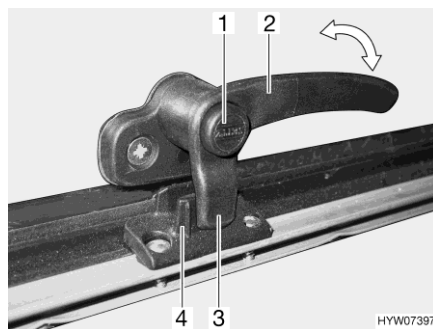
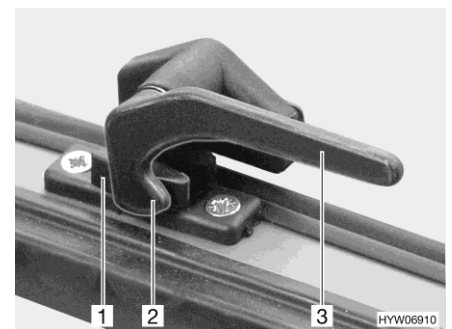

Fig. 121 Leva di serraggio con bottone di sicurezza in posizione "Chiuso"
Fig. 122 Leva di serraggio in posizione "Chiuso"
- Se presente, premere e tenere premuto il bottone di sicurezza (Fig. 121,1).
- Ruotare tutte le leve di serraggio (Fig. 121,2 o Fig. 122,3) di un quarto di giro verso il centro dell'oblò.
- Ruotare tutte le leve di serraggio (Fig. 121,2 o Fig. 122,3) di un quarto di giro verso il telaio. Il nasello di chiusura (Fig. 121,3 o Fig. 122,2) si trova sulla parte interna del bloccaggio dell'oblò (Fig. 121,4 o Fig. 122,1).
- In posizione "Completamente chiusa" (Fig. 121 e Fig. 122)